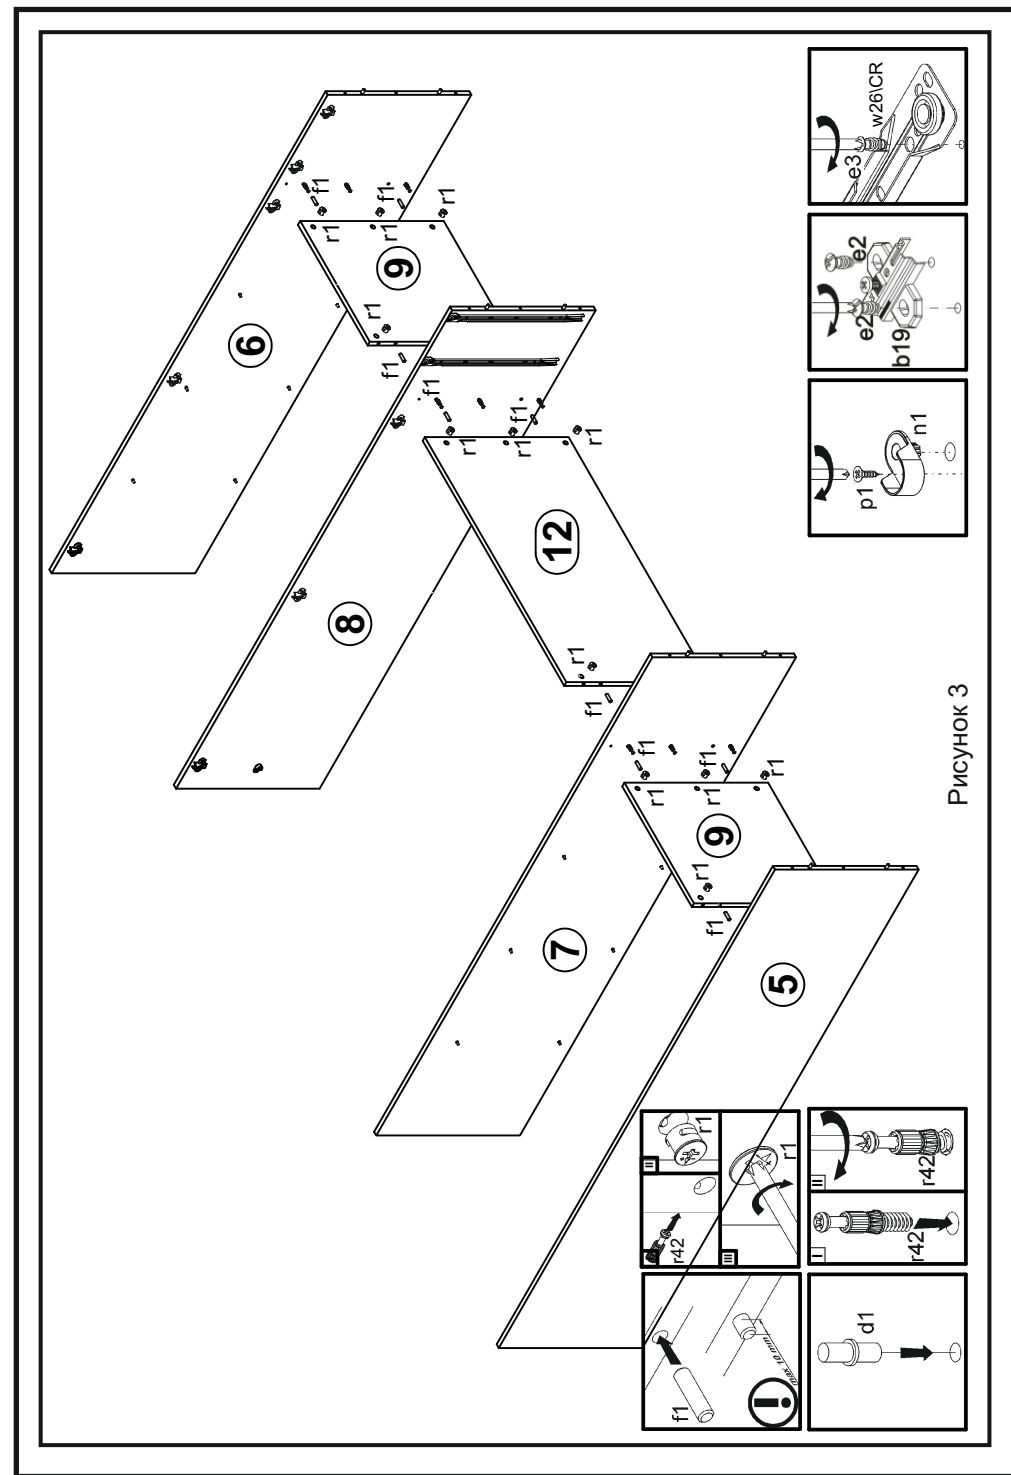

Рисунок 3
8. В отверстия $\varnothing 15$ мм на нижней поверхности полок соединительных **9, 12** вставить стяжки эксцентрикковые **r1** (см. рис. 3).